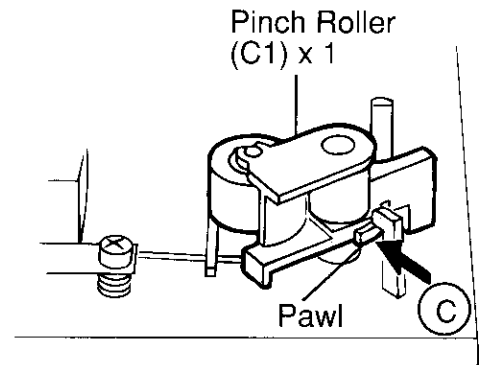

Figure 10-2
**How to remove the pinch roller (See Fig. 10-2.)**
### Entfernen der Andruckrolle (Siehe Abb. 10-2.)
### Enlèvement du galet (Voir Fig. 10-2.)